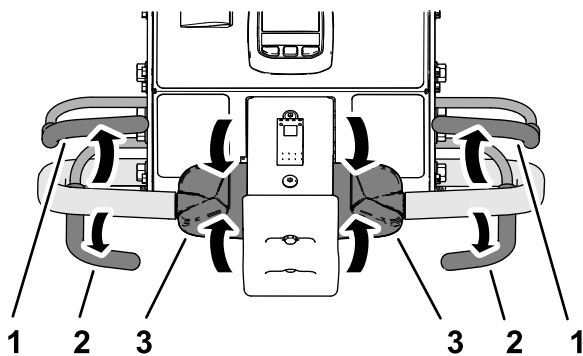

図 86
1. エアレーション中の場合はエアレーションベイル 図 86 から手を放してコアリングヘッドを上昇させる コアリングヘッドを上昇させるには \(ページ 44\) を参照。